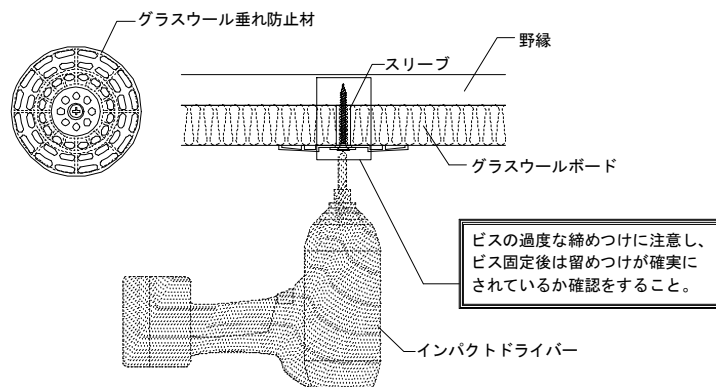

図 2-11-2 グラスウール垂れ防止材の設置注意事項
- ・グラスウール垂れ防止材固定時は、ビスの締め過ぎにより仕上げ面にシワがよらないように低速で締めつけ、野縁とのビス穴が広がらないように内部のスリーブが野縁に接触した後も過度な締めつけをしないこと。(図 2-11-2 参照)